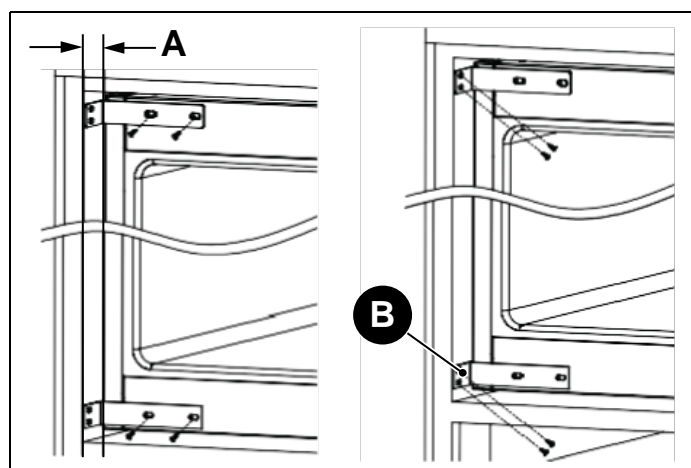

Fig. 10
2) Ouvrir la porte et maintenir une distance de 40,5 mm entre l'avant de la colonne à vin et le bord extérieur de la niche de l'armoire, comme indiqué sur Fig. 10 . Fixer les broches de connexion avec des boulons à tête plate M5x13 à l'appareil.